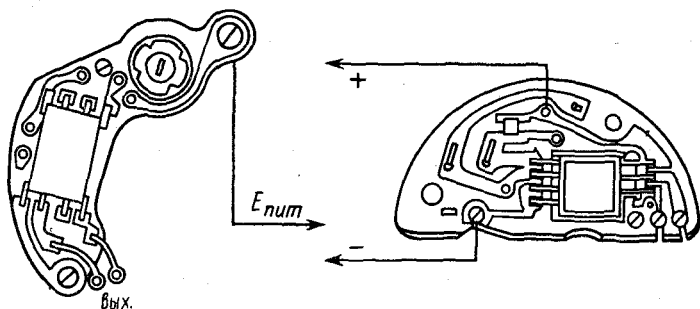
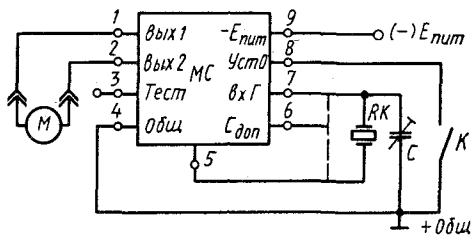
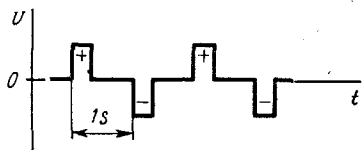

Рис. 27. Блоки кварцевого генератора для различных моделей часов
Рис. 28. Электрическая схема БКГ
Рис. 29. Формы выходных импульсов БКГ
**Электронный блок**, или блок кварцевого генератора (БКГ), преобразует энергию элемента питания в импульсы управления двигателем. Он представляет собой печатную плату (рис. 27), на которой расположены навесные элементы: интегральная микросхема, кварцевый резонатор, подстроечный конденсатор (триммер), резистор, конденсатор постоянной емкости. Печатная плата выполнена из фольгированного стеклотекстолита, на котором путем травления сформированы проводники. Все навесные элементы входят в состав генератора, работающего на частоте 32 768 Гц (рис. 28). Активные элементы генератора расположены в микросхеме. Частота, вырабатываемая генератором, увеличивается усилителем-инвертором и поступает на пятнадцатикаскадный делитель частоты, на выходе которого включен формирователь разнополярных импульсов частотой 1 Гц (рис. 29). Для настройки частоты генератора на номинальную служит триммер.